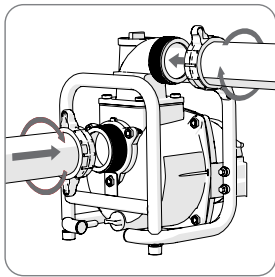

Fig 3
- Connectez les tuyaux au corps de la pompe à l'aide des colliers de serrage et des joints d'étanchéité fournis. **(Fig. 3)** Vérifiez que les joints d'étanchéité soient correctement posés.